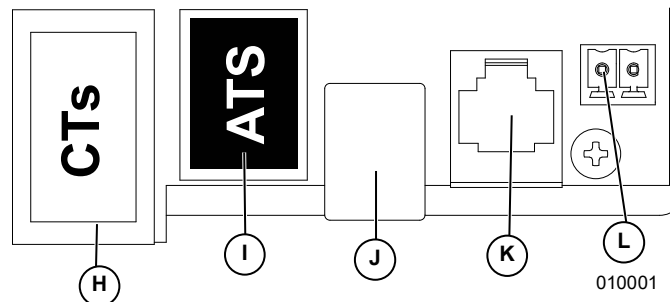

Figura 5-19. Puertos auxiliares
2. Consulte la **Figura 5-19**. Conecte el cable Cat 5 a un puerto auxiliar de CT (H).